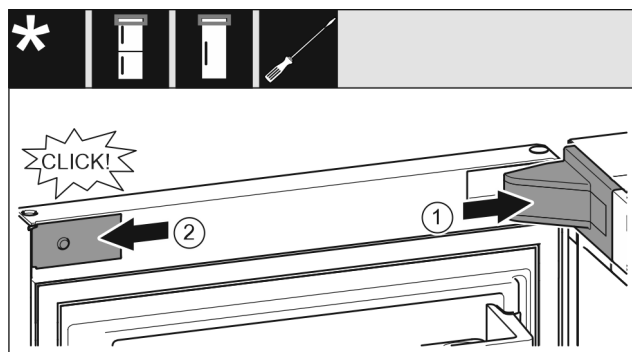

Fig. 24
- ▶ Nasadte a zaklapněte kryt stojanu ložiska Fig. 24 (1), příp. opatrně přitlačte od sebe.
- ▶ Z boku nasadte zásepku Fig. 24 (2) a zaklapněte.